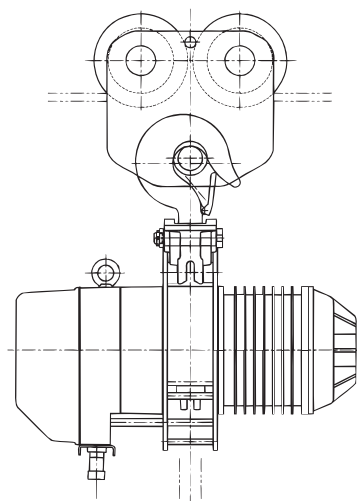

Figura 3-11 Modelo ES de 5 toneladas
- 6) Modelo ES de 5 toneladas - Este polipasto/tecle de cadena se acopla al trole por medio del montaje del polipasto con un gancho en la flecha de suspensión del trole. Como se muestra en la Figura 3-11.